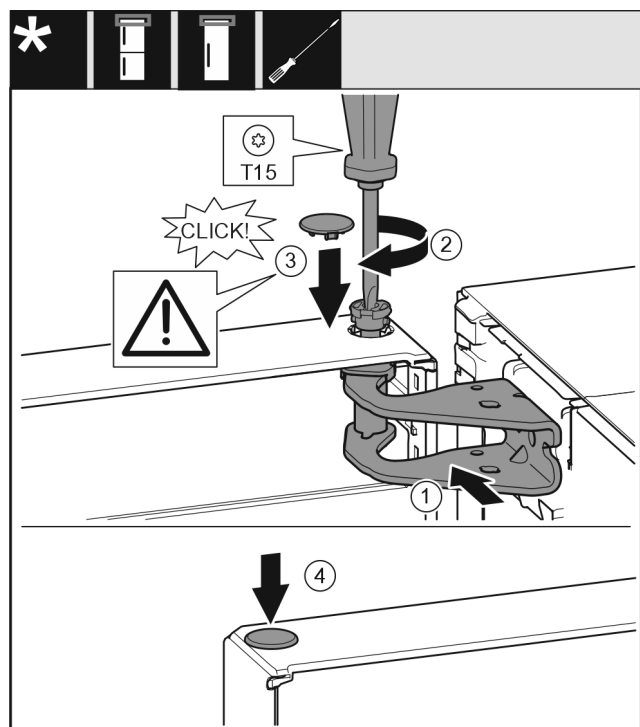

Fig. 20
- Tür oben zur Öffnung im Lagerbock ausrichten. Fig. 20 (1)
- Bolzen Fig. 20 (2) einsetzen und mit Schraubendreher festschrauben.
- Sicherungsabdeckung Fig. 20 (3) zur Sicherung der Tür montieren: Sicherungsabdeckung einsetzen und kontrollieren ob sie auf der Tür aufliegt. Ansonsten Bolzen vollständig einsetzen.
- Stopfen Fig. 20 (4) einsetzen.